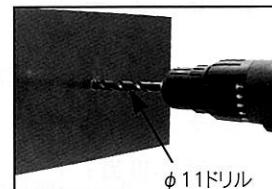

図1
- 穴あけをおこなう被加工物（軟鋼板を主とし、アルミ板・銅板・黄銅板等にも使用可能です。）に電気ドリル等によりφ11mmの1次下穴をあけてください。（図1）